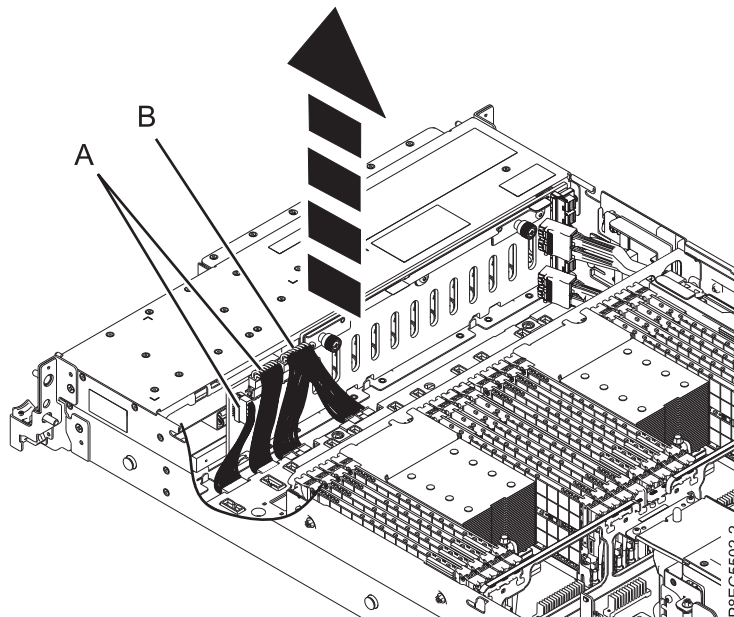

図 4. 信号ケーブル、コントロール・パネル・ケーブル、および電源ケーブルの切り離し
5. 図 4 に示すように、ラベルを付けて、信号ケーブルとコントロール・パネル・ケーブル (A) および電源 Y ケーブル (B) をディスク・ドライブ・バックプレーンから切り離します。